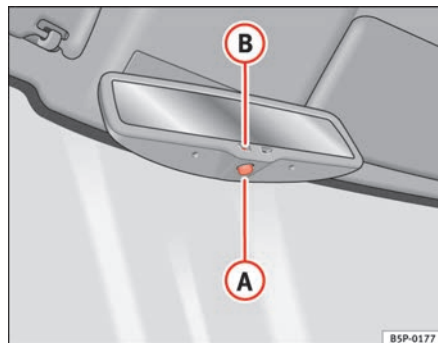

Fig. 62 Retrovisor interior con ajuste automático para posición antideslumbrante.
- Pulse la tecla **A** ⇒ fig. 62. El testigo de control **B** se apaga.
- Pulse la tecla **A** ⇒ fig. 62. El testigo de control se enciende.